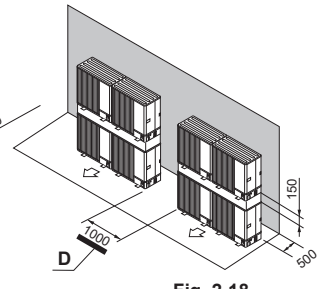

Fig. 2-18
- (7) Uppställning med staplade enheter (Fig. 2-18)
- D: Fritt utrymme (Fig. 2-18)